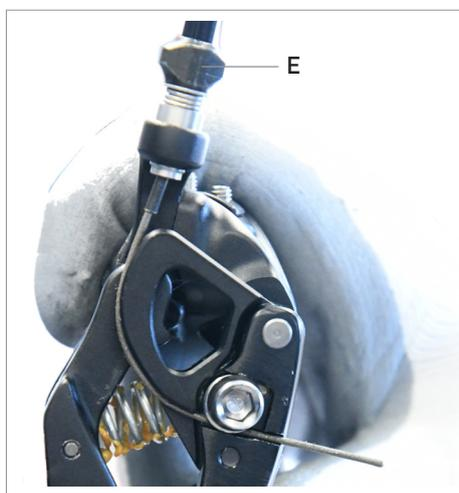

Fig.22
- Agir sur la vis de réglage de la tension du câble (E - Fig. 22), jusqu'à ce que l'axe médiant du galet supérieur soit parfaitement aligne avec l'axe médiant du 5^o pignon.
- Si le centrage entre l'axe médiant du galet supérieur et l'axe médiant du quatrième pignon n'est pas parfait: tourner la vis (E - Fig. 22) dans le sens contraire des aiguilles d'une montre afin de déplacer le dérailleur arrière vers l'intérieur. Tourner dans le sens des aiguilles d'une montre afin de déplacer le dérailleur arrière vers l'extérieur.